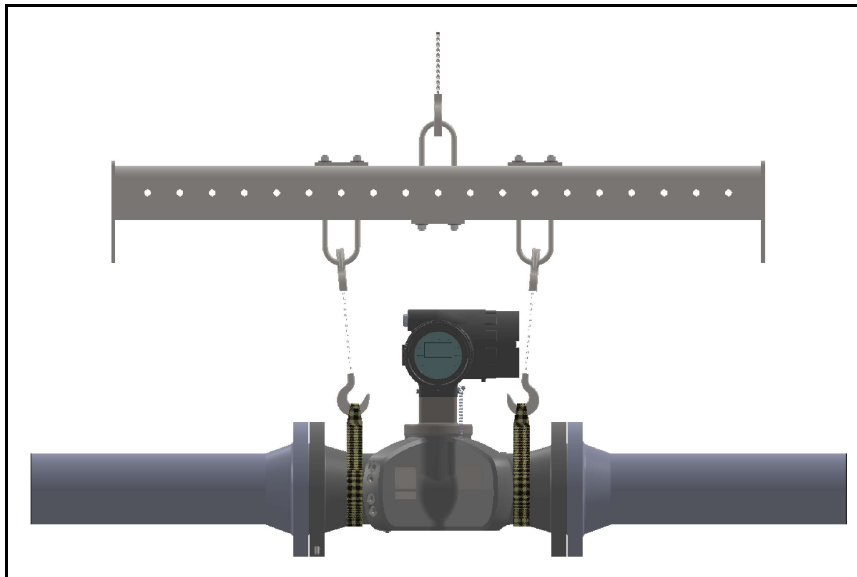

Abbildung 7: Positionen der Hebegurte
- Stellen Sie sicher, dass der *Sentinel LCT8* mit dem Durchflussmesser auf der oberen Seite in senkrechter Position ausgerichtet ist (siehe *Abbildung 7* unten).
WARNUNG! Um Überlastungen zu vermeiden, prüfen Sie auf dem Typenschild des Sentinel LCT8 das Gewicht der Baugruppe, verwenden Sie geeignetes Hebezeug und platzieren Sie die Hebegurte an den angegebenen Positionen (siehe Abbildung 7 auf Seite 8). Stellen Sie sich niemals unter einen angehobenen Gegenstand!